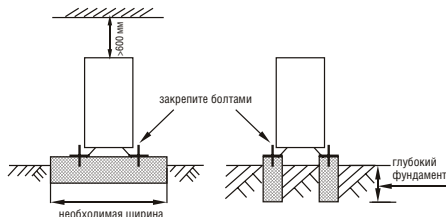

Рис. 18
- Сделайте бетонный фундамент как указано на рис. 18.